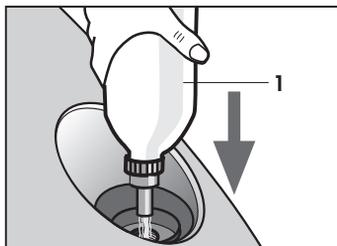

Fig. 5
- Introdurre acqua del rubinetto o demineralizzata nella caldaia utilizzando l'apposita bottiglia (1) (Fig. 5) Una volta raggiunto il livello di riempimento, la bottiglia cessa automaticamente di immettere acqua.